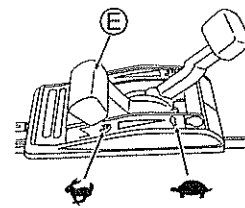

Fig. 13
- Verifique se há alguma pessoa atrás de você ao puxar a manopla de partida (V).
- Segure firmemente a manopla de partida (V) ao puxá-la.
- Retorne lentamente a manopla de partida (V).
- 5 Aqueça a máquina antes de usá-la. Depois que o motor estiver aquecido, comece a cortar colocando a alavanca do acelerador (E) em "E". (Veja a fig. 13)